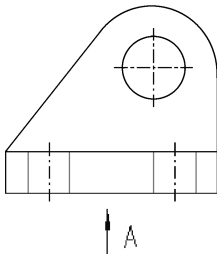

图 10-94 调整投影箭头
(11) 单击【关闭】按钮, 关闭【绘图视图】对话框。
(12) 在图形区选中代表投影方向的箭头, 拖动箭头可以改变箭头的长度, 拖动箭尾直线可以改变箭头的位置; 拖动文字可以改变文字的位置, 调整其位置和大小, 使其如图 10-94 所示。